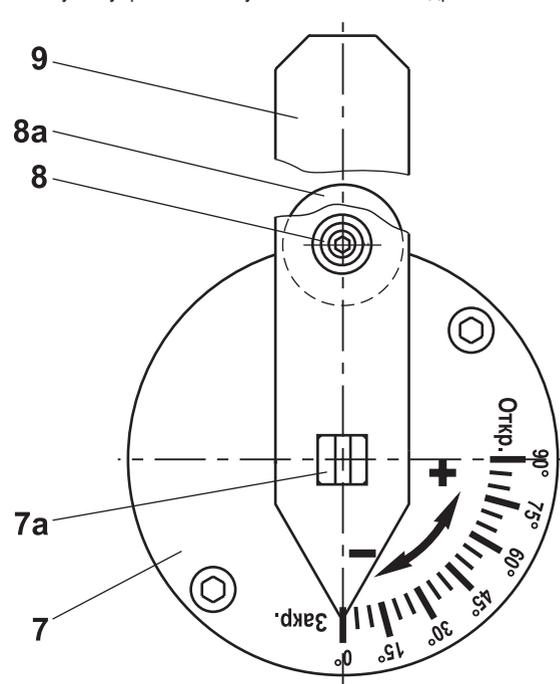

Рис. 8
4.5.2 Регулирование расхода количества проходящего газа через клапан осуществляется путем поворота ручки управления 6 (рис. 8).
Ручка управления 9 установлена на квадратный конец вала 7а (рис. 8).